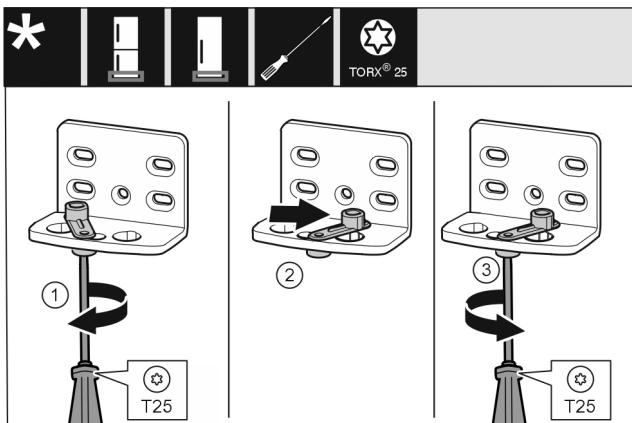

Fig. 14
- ▶ Voľne zaskrutkujte skrutku Fig. 14 (1) skrutkovačom.
- ▶ Nadvihnite pomôcku na zatváranie dverí Fig. 14 (2) a otočte ju o 90° doprava v otvore.
- ▶ Pevne utiahnite skrutku Fig. 14 (3) skrutkovačom.